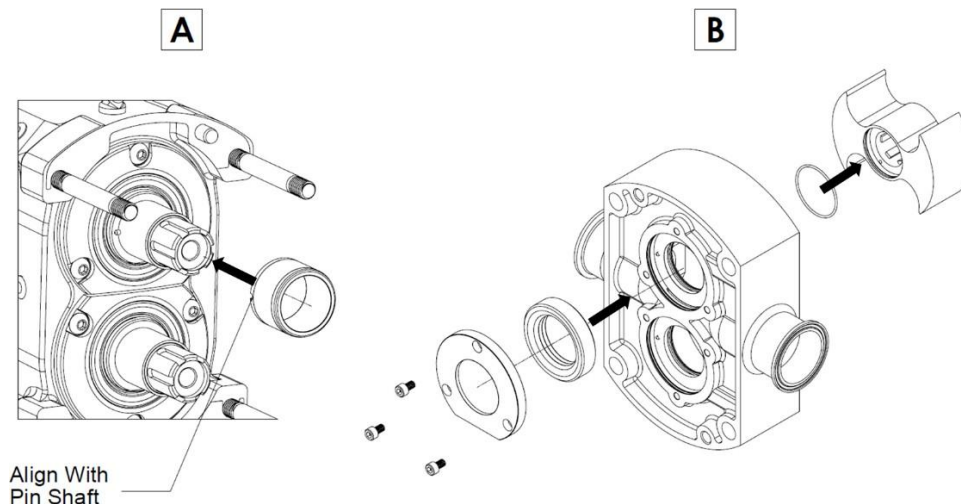

Figura 39: Conjunto de sello de labio (triple)
**Ensamble:** Limpie ambos extremos de la flecha y el cuerpo antes de montar. Deslice las camisas sobre las flechas hasta que se asiente en el hombro. Alinee la ranura en la camisa con el perno de transmisión en la flecha (Figura 39, A). Aplique una película ligera de lubricante a los o-rings NUEVOS e insértelos en el sello de labio y en los rotores (Figura 39, B). Una vez que todas los o-rings estén instalados, deslice los sellos de labio en el cuerpo. Asegure los sellos de labio en su lugar con los tornillos de retención. Consulte Montaje de la bomba en la página 31 para continuar.